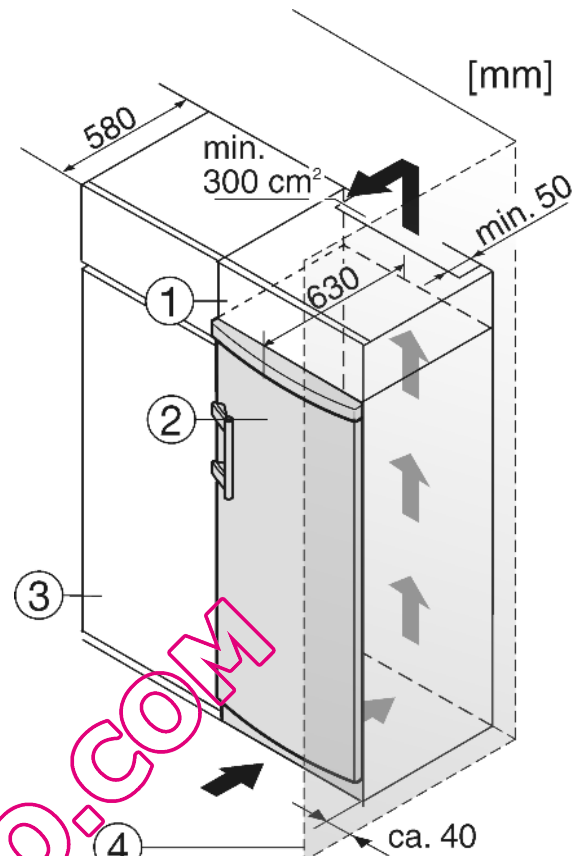

Fig. 6
- (1) Élément haut
- (2) Appareil
- (3) Placard de cuisine
- (4) Mur
L'appareil peut être entouré de meubles de cuisine. Pour adapter l'appareil Fig. 6 (2) à la hauteur des placards de la cuisine intégrée, on peut placer un élément haut Fig. 6 (1) au-dessus de l'appareil.
Lors de la transformation avec des placards de cuisine (profond. max. 580 mm) l'appareil peut être placé directement à côté du placard Fig. 6 (3). La porte de l'appareil saillit latéralement de 34 mm et au milieu de l'appareil de 50 mm par rapport à la face avant du placard de cuisine. Ainsi, elle se laisse ouvrir et fermer sans problèmes.
Si l'appareil est installé avec les charnières à côté d'un mur Fig. 6 (4), la distance entre l'appareil et le mur doit être de 40 mm min. Ceci correspond à la saillie de la poignée lorsque la porte est ouverte.